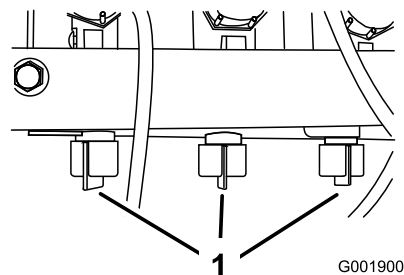

図 22
10. OFF にしたブームのバルブの下についているバイパス・バルブ（図 22）を使って、上記手順7で設定した水圧と同じ水圧に調整する。